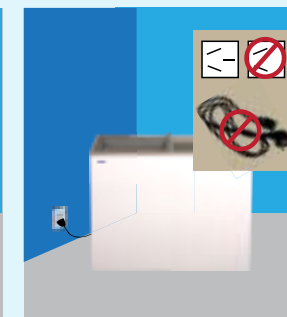

IMAGEN 3
- Las instalaciones eléctricas deben ser compatibles con la normativa nacional. (Imagen 3)
- Espere una (1) hora sin mover después de poner su producto y antes de utilizar.
- Si su producto se instala en las condiciones muy frías, período de espera antes de operar debe al menos dos (2).